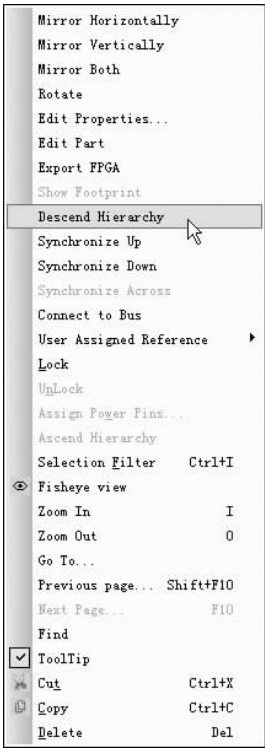
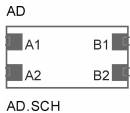
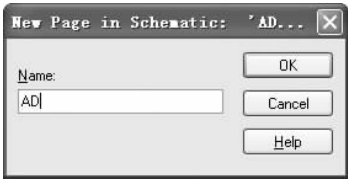

图 3-20 层次块菜单
图 3-19 在原理图中
图 3-21 修改下层电路图名称
1) 选中图 3-19 所示的层次块，右击鼠标，弹出快捷菜单，如图 3-20 所示。选择“Descend Hierarchy（生成下层电路图）”命令，弹出如图 3-21 所示对话框，在弹出的对话框中可以修改创建电路图文件夹的名称，在“Name（名称）”栏输入“AD”。